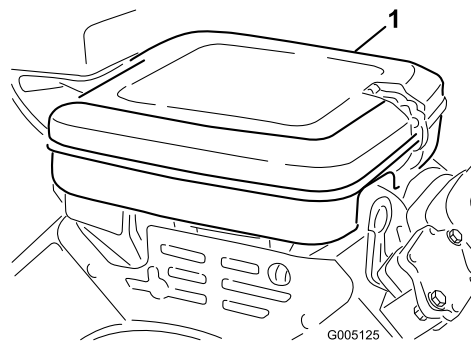

Figura 32
1. Abra los enganches y retire la tapa del limpiador de aire (Figura 32). Limpie a fondo la cubierta.